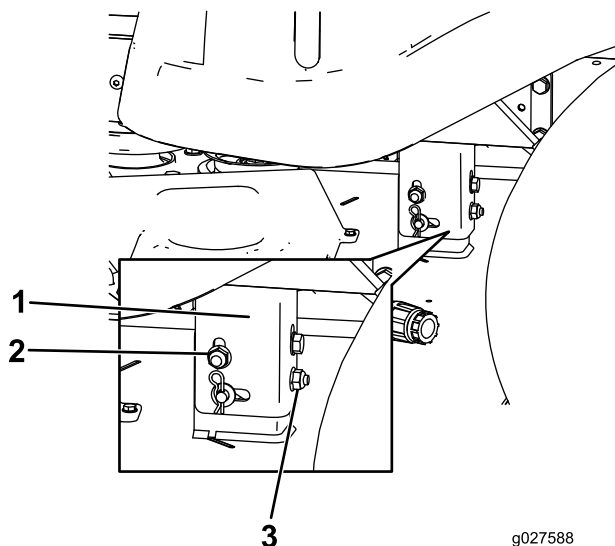

Figura 59
8. Eleve o baje el lado izquierdo de la carcasa de corte girando la tuerca trasera (Figura 59).